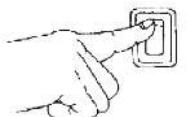

Рис. 8
- 4.** Переведите выключатель зажигания в положение «ON» (Рис. 8)